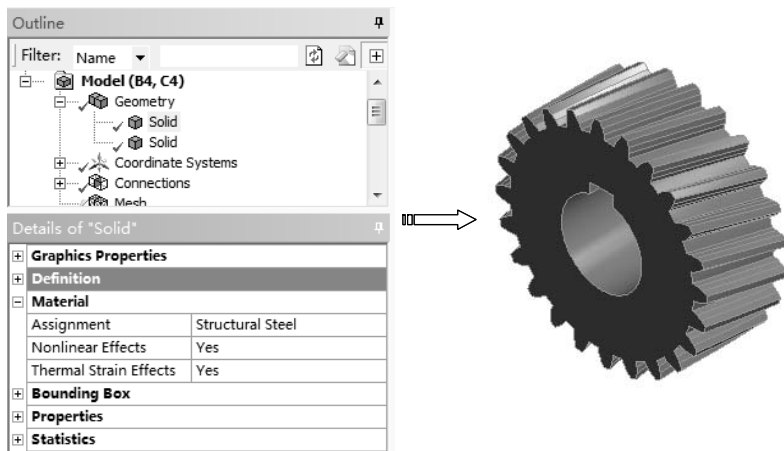

图 11-81 设置齿轮材料
3) 在窗口左侧【Outline (分析树)】中选择【Geometry】节点下的第一个 Solid，此时在详细设置窗口中单击【Material】节点下的【Assignment】选项，然后单击  按钮，选择 Structural Steel，将材料设置为结构钢，如图 11-81 所示。